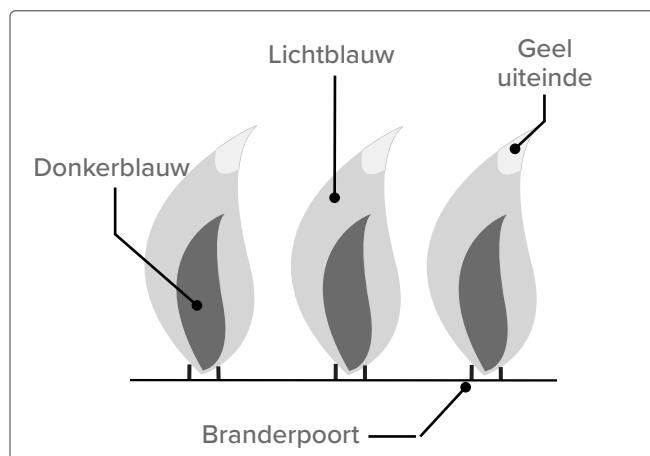

Fig. 16
- Vlammen moeten donkerblauw zijn met lichtblauwe punten en af en toe geel (**Fig. 16**)